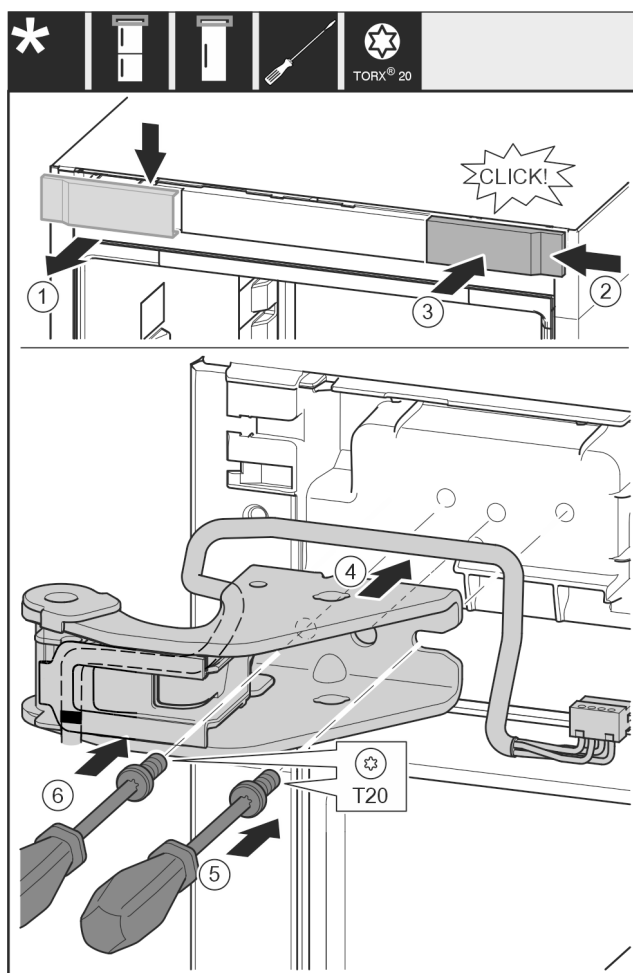

Fig. 32
- Rimuovere la copertura dall'alto in avanti. Fig. 32 (1)
- Ruotare la copertura di 180° e agganciarla sull'altro lato da destra. Fig. 32 (2)
- Innestare la copertura. Fig. 32 (3)
- Applicare il blocco di supporto superiore. Fig. 32 (4)
- Applicare la vite con il cacciavite T20 e serrare. Fig. 32 (5)
- Applicare la vite con il cacciavite T20 e serrare. Fig. 32 (6)